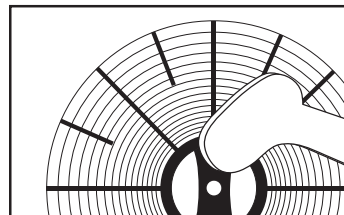

Fig. 11
4. Use el accesorio de cepillo con su aspiradora. Pase el accesorio por ambos lados del filtro de nanobobinas, con cuidado para no desprender los peines. Vea la Fig. 11.
5. Use el accesorio de cepillo con su aspiradora. Pase el accesorio por ambos lados del prefiltro. Vea la Fig. 11.